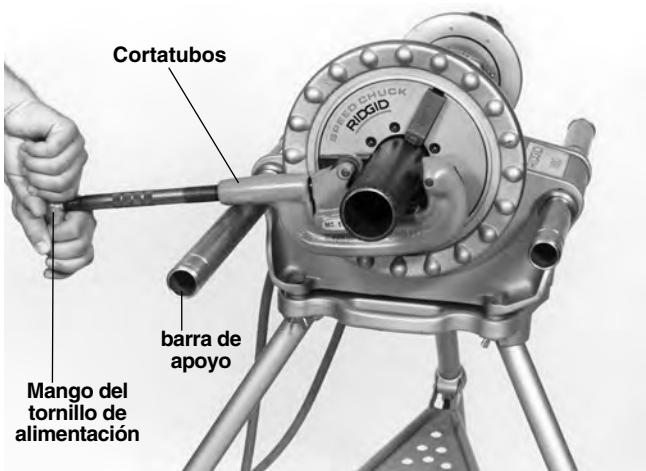

Figura 5 – Corte de un tubo con una cortadora o cortatubos manual
- Alinee las ruedas de corte con la marca en el tubo y pose el cuerpo del cortatubos sobre la barra de apoyo izquierda (*Figura 5*). Con la mano apriete el cortatubos contra la pieza de trabajo haciendo uso del mango del tornillo de alimentación, mientras mantiene las ruedas del cortatubos alineadas con la marca.
- Agarre el mango del tornillo de alimentación de la cortadora con ambas manos (*Figura 5*) y con su pie izquierdo baje y mantenga oprimido el interruptor de pie.